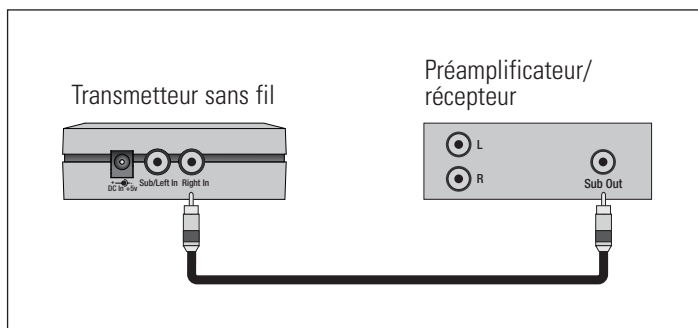

Fig. 5
a) **Entrée de niveau de ligne à partir de la sortie Sub/LFE (Fig. 5) – pour une utilisation avec un récepteur ou un processeur doté d'une prise Sub-Out/ LFE-Out.**